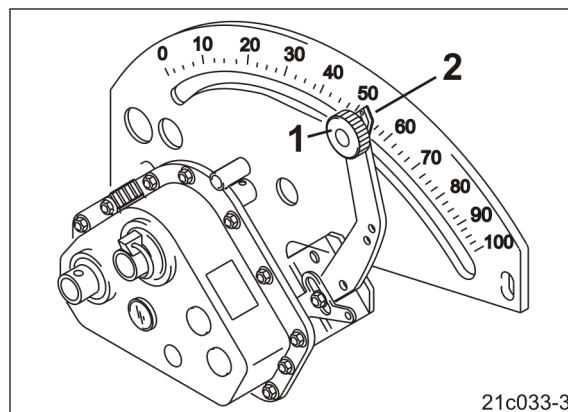

Fig. 156
5. Frigør stopknappen (Fig. 156/1).
7. Indstil geararmens viser (Fig. 156/2) på gearindstillingsværdien.